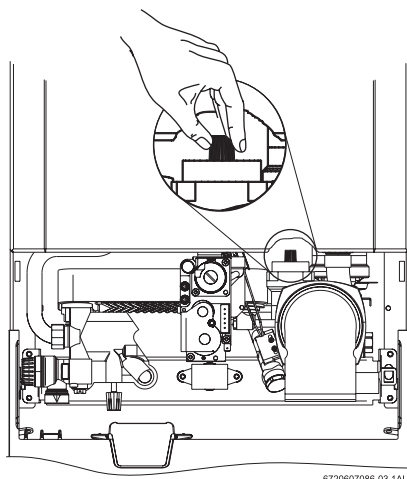

Fig. 17 Purgador automático
- Para evacuar o ar do aparelho utilizando o purgador automático que incorpora, abrir a tampa do purgador automático (ver Fig. 17).